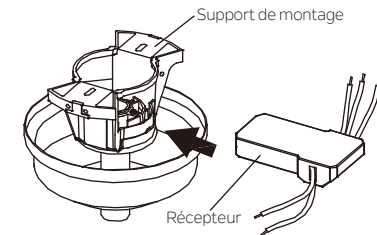

Fig. 15
Étape 1. Insérer le récepteur dans le support de montage et le maintenir à plat à l'opposé du plafond. (Fig. 15)